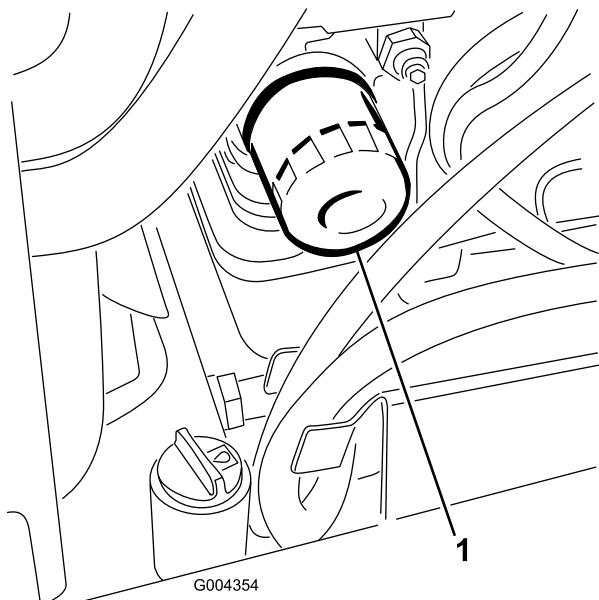

Figura 45
- Togliete il filtro dell'olio (Figura 45).